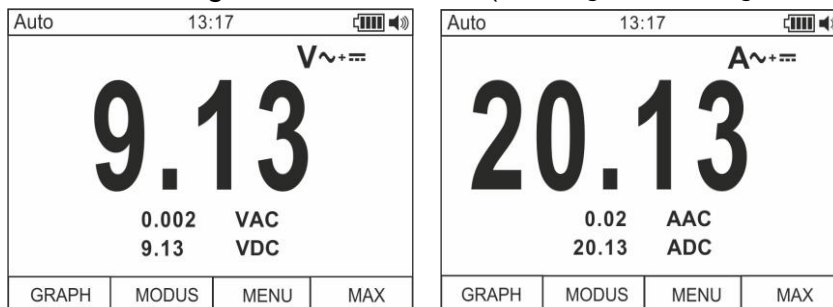

Abb. 3: Messwertanzeige der AC+DC Spannung und Strom Messung
2. Drücken Sie die **F2** Taste Wählen Sie Modus " $V\sim + \dots$ " oder " $A\sim + \dots$ " (siehe Abb. 3)